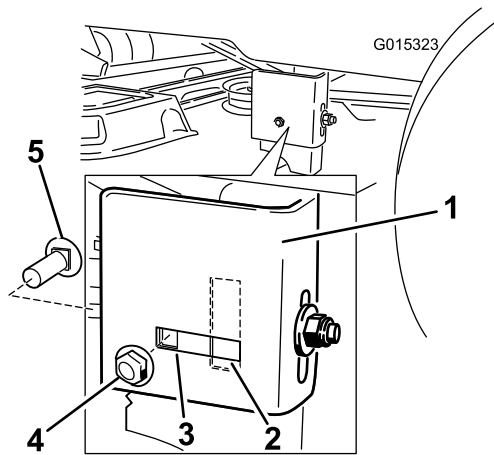

Figure 61
- Passez au côté gauche de la machine. Vérifiez si le boulon de carrosserie latéral est dans la position fixe ou dans l'ouverture allongée (Figure 61).
position fixe et installez-les dans l'ouverture allongée (Figure 61).